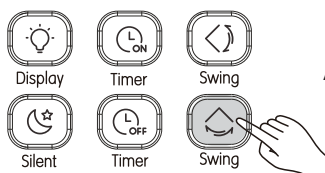

Abb. 3.12
① Bei eingeschaltetem Gerät: Drücken Sie auf  (siehe Abbildung 3.12). So startet die waagerechte Schwenkfunktion. Das Symbol  leuchtet und ein Signal wird zum Innengerät gesendet.